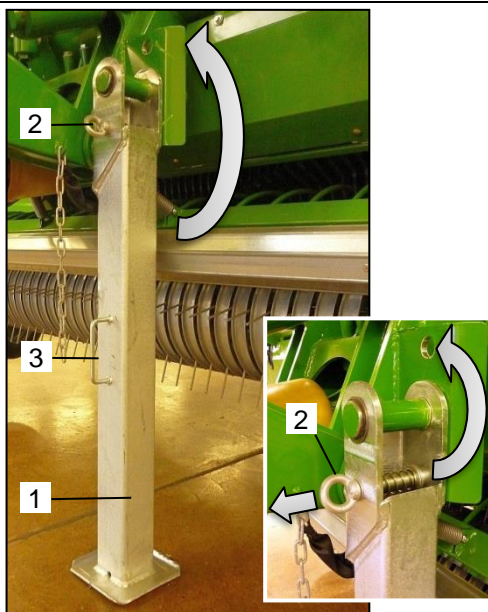

Bild 16: Stützfuß Transportstellung
- Halten Sie den Stützfuß (Bild 16/ Pos.1) am Griff (Bild 16/ Pos.3) fest und ziehen Sie den Rastbolzen (Bild 16/ Pos.2).
- Schwenken Sie den Stützfuß (Bild 16/ Pos.1) ein kleines Stück zur Seite, so dass der Rastbolzen (Bild 16/ Pos.2) nicht wieder einrasten kann und lasse Sie den Rastbolzen (Bild 16/ Pos.2) los.
- Schwenken Sie mit beiden Händen am Griff (Bild 16/ Pos.3) den Stützfuß (Bild 16/ Pos.1) in die oberste Position bis der Rastbolzen (Bild 16/ Pos.2) eingerastet ist.
- Prüfen Sie, ob der Rastbolzen (Bild 16/ Pos.2) sicher eingerastet ist.